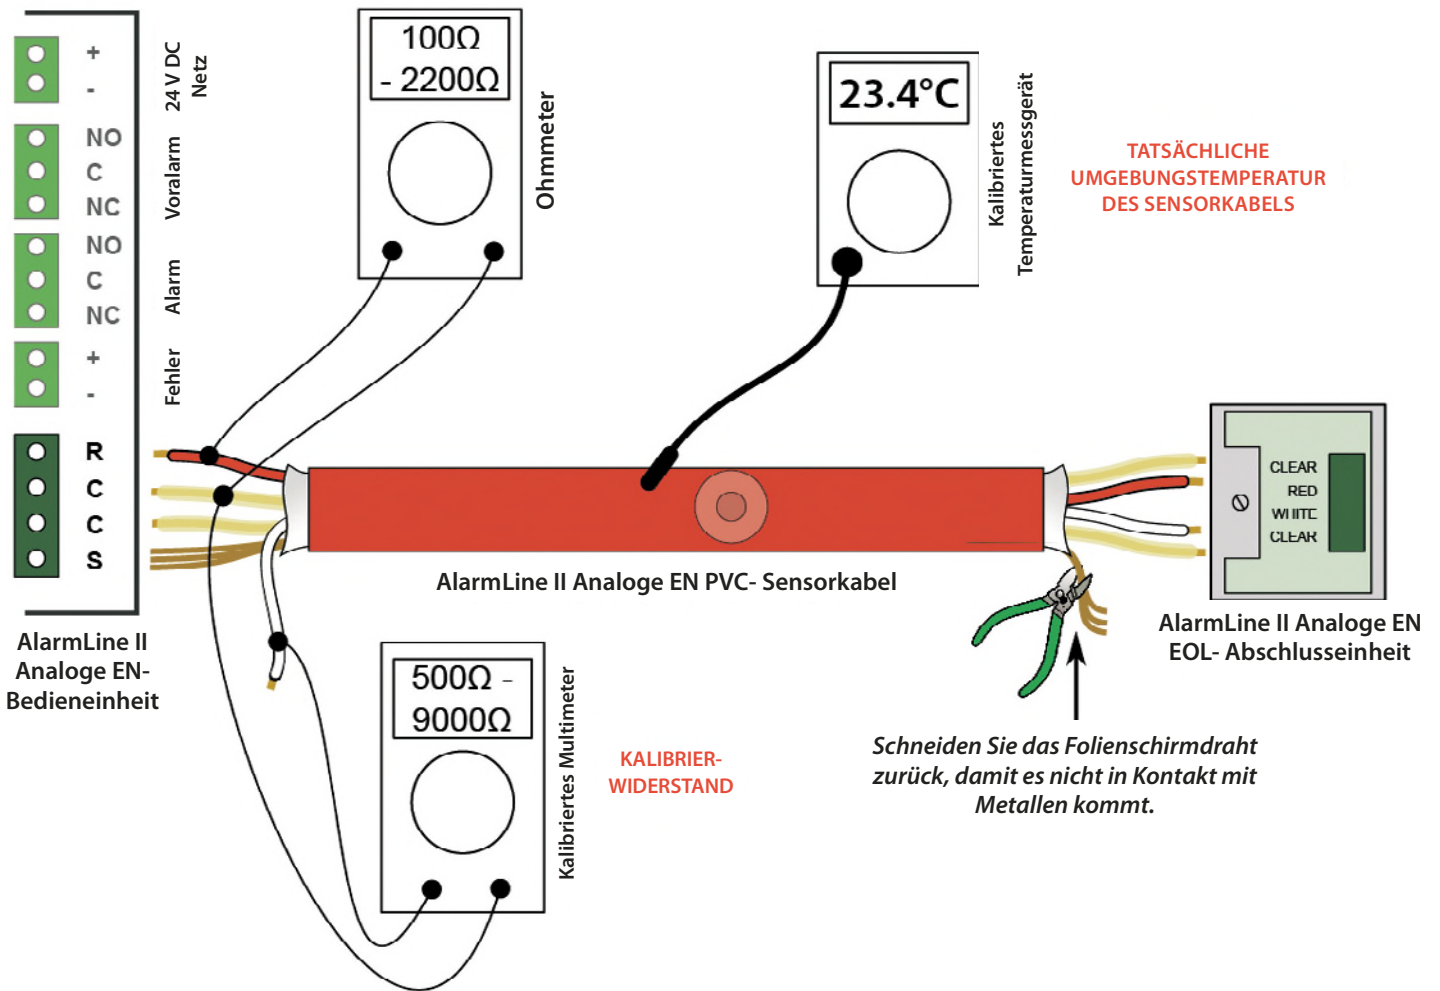

Abbildung 10: Typischer Systemschaltplan für das AlarmLine II Analoge EN-LHD-System
Schließen Sie die Komponenten des AlarmLine II Analoge EN LHD-Systems wie in Abbildung 10 dargestellt an.
**!** Der Kalibrierwiderstand ist der Wert zwischen der weißen Ader und der transparenten Ader, die sich neben der roten Ader im Sensorkabel befindet (siehe Abbildung 10).
**!** Schreiben Sie alle Seriennummern des Sensorkabels, den Dreibuchstabencode der Rolle des Sensorkabels und den gemessenen Kalibrierwiderstand auf das Etikett der Steuereinheit (siehe Abbildung 10).